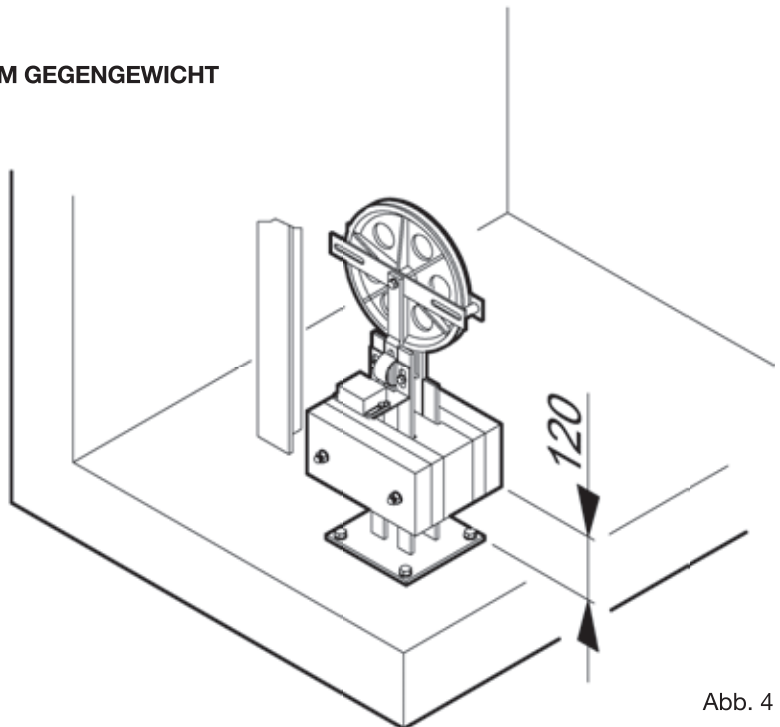

Abb. 4
- Spanngewicht unterbauen, bis es eine Distanz von ca. 120 mm von der Schachtsohle erreicht (grober Richtwert) (Abb. 4).